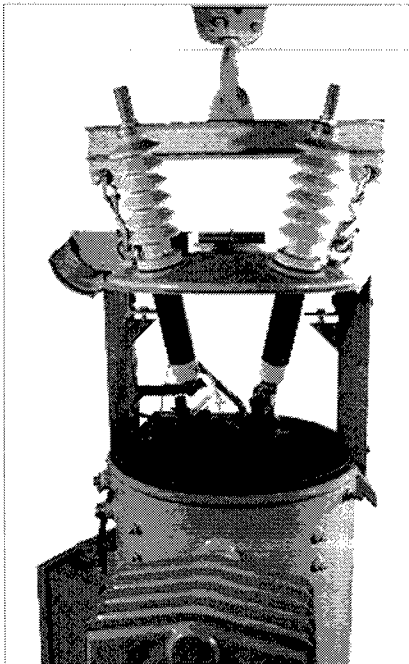

Figura 1-9.
5. Adhiera un estrobo o ganchos con barra espaciadora (Figura 1-9) a las argollas de levantamiento (anillos) y levante la tapa, con el conjunto núcleo-y-bobina, adherido a ella, hasta que la parte superior de la bobina esté aproximadamente una pulgada bajo aceite. Se debe guiar al gabinete del control para evitar un desengranaje durante el levantamiento. Un bloqueo entre la tapa y el borde del tanque debería ser usado para suspender el conjunto núcleo-y-bobina dentro del aceite hasta que se completa la mantención del cambiador de tomas o de otro elemento.